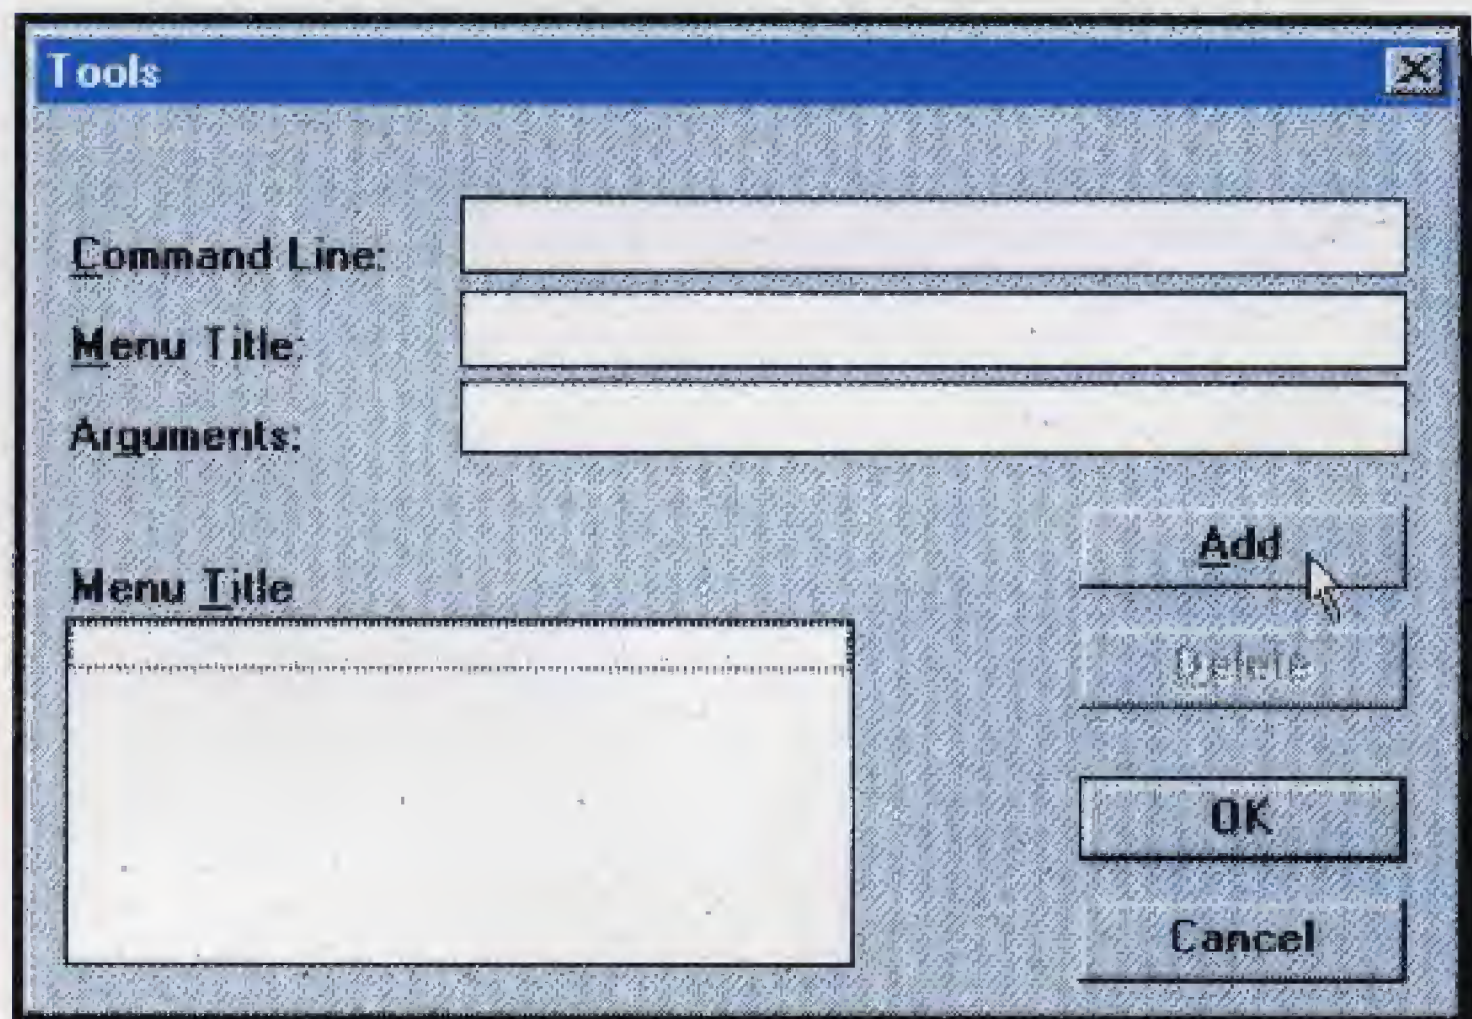

Fig.22 Finestra di dialogo TOOLS.
- Cliccate sulla riga **Tools** per far apparire la finestra di dialogo visibile in fig.22.